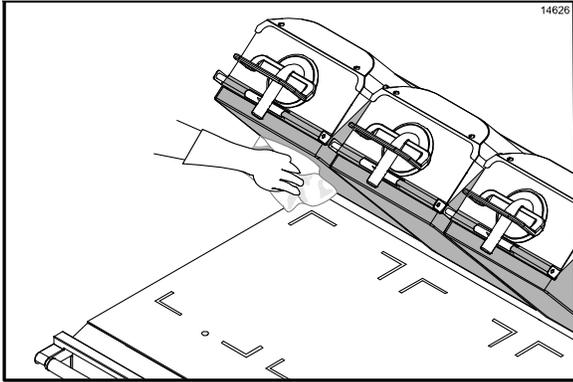

Figura 81
7. Limpie la superficie expuesta de las hojas antiadherentes con un paño para parrillas limpio y mojado con solución desinfectante. (Vea la figura 81.)